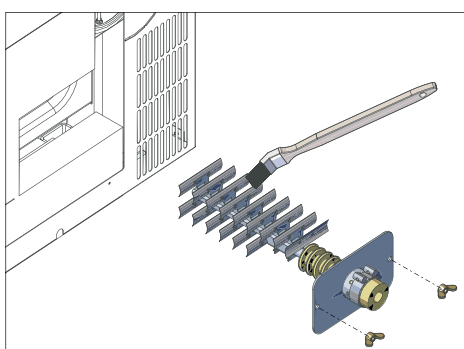

Fig. 57 Togliere la copertura, pulire l'elettrodo (solo per caldaie a pellet con collettore di polveri elettrostatico)
- Allentare la copertura sulla parete della caldaia (2 dadi ad alette) e rimuoverla con cautela – Fig. 57.
- Pulire l'elettrodo con una spazzola (solo per le caldaie a pellet con collettore di polveri elettrostatico integrato) – Fig. 57.